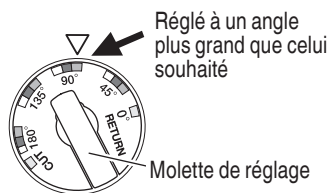

Fig. 52
- (1) Régler la molette de réglage à un angle plus grand que celui souhaité (Fig. 52)